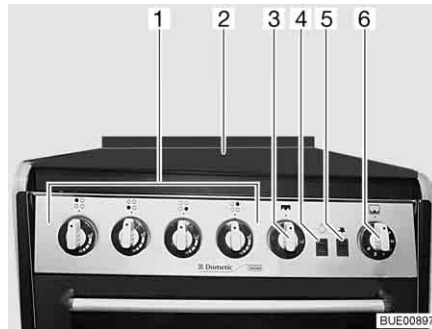

Bild 164 Gaskocher mit Backofen und Grill
- Gaskocher-Abdeckung (Bild 164,2) öffnen.
- Drehregler (Bild 164,1) der gewünschten Brennstelle auf Zündposition (große Flamme) drehen und drücken.
- Zündknopf (Bild 164,5) so oft drücken, bis die Flamme brennt.
- ▷ Mit dem Schalter (Bild 164,4) wird das Licht im Backofen ein- und ausgeschaltet.
- Drehregler (Bild 164,3) leicht drücken und auf Zündstellung (große Flamme) drehen.
- Zündknopf (Bild 164,5) drücken, bis die Flamme brennt.
- Drehregler (Bild 164,6) leicht drücken und auf eine Zündstellung zwischen 1 und 6 drehen.